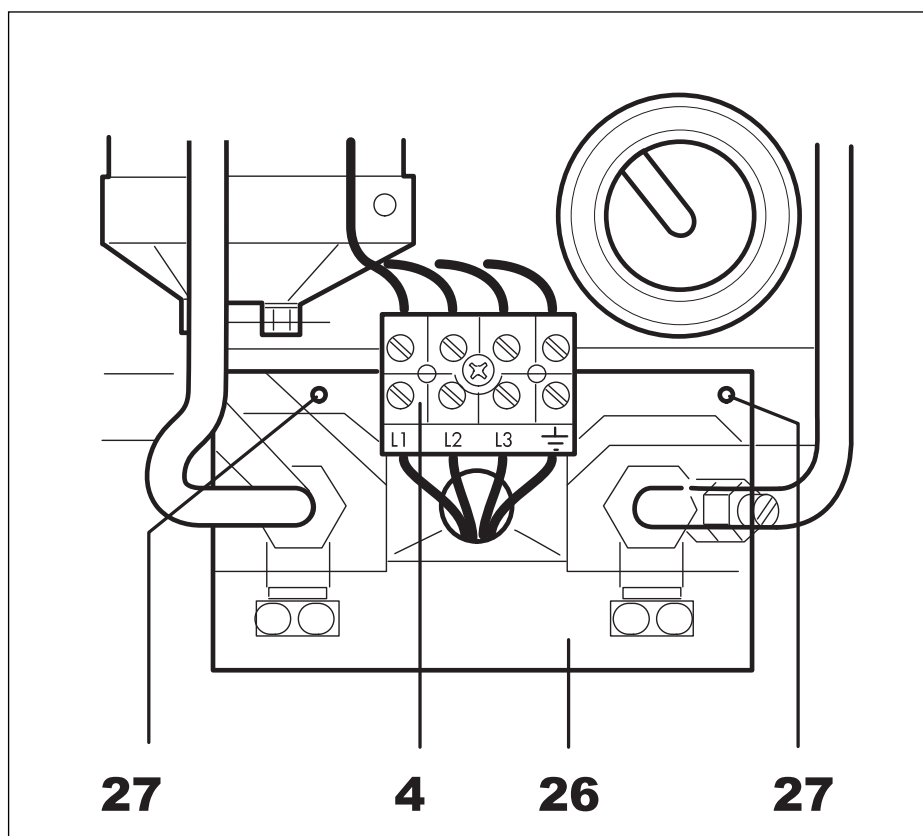

Рис. 6.2 Ввод электрического кабеля в нижней части прибора
**При подключении снизу** (рис.6.2) снять расположенную сверху клеммную колодку (13). Продеть подводящий кабель через прилагаемую прямоугольную защитную насадку (26) и укрепить ее внизу на заднюю стенку прибора между подсоединениями воды на крючки (27) рис.6.2.
Затем следует привинтить клеммную колодку (13) на подготовленное место (4, рис. 6.2). Сетевой кабель присоединить к клеммам L1, L2, L3, а заземляющий провод к соответствующему зажиму.